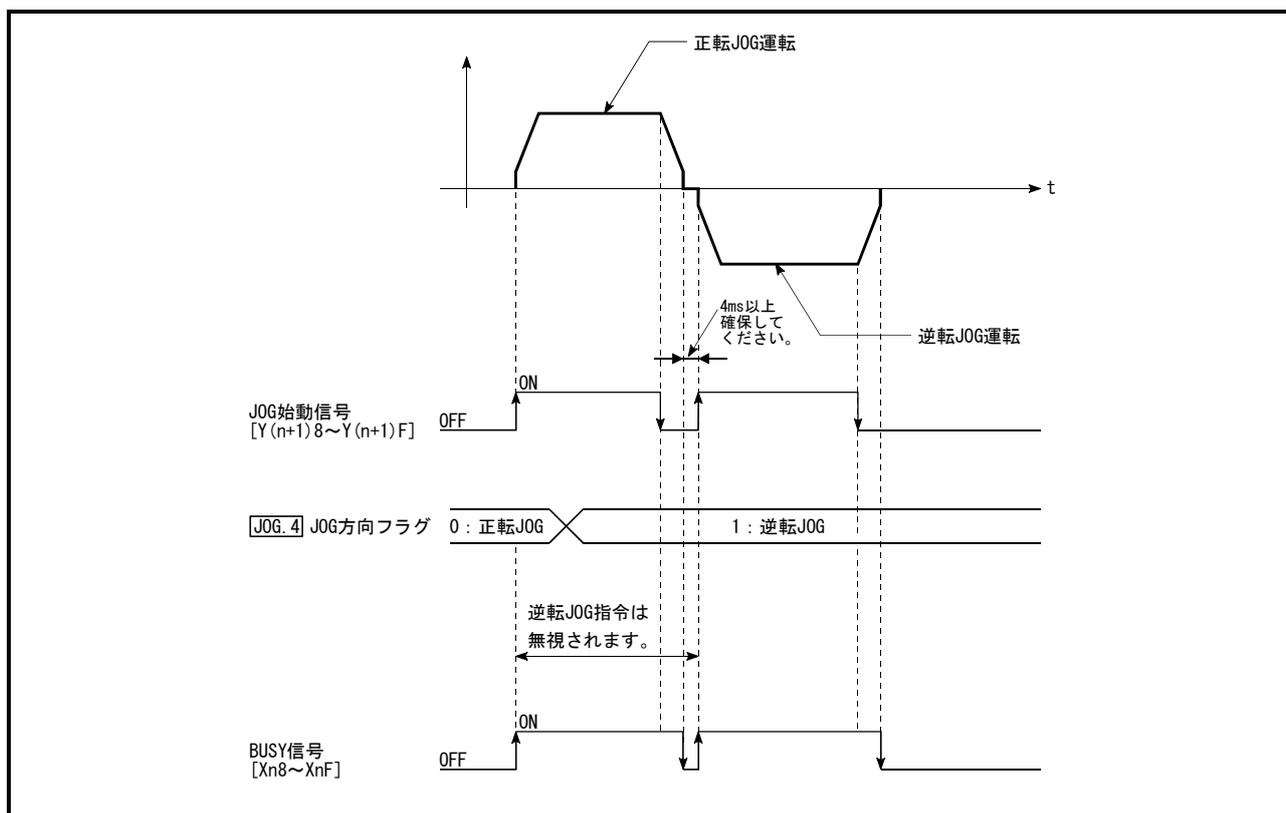

図10.3 正転JOG運転中にJOG方向フラグを逆転JOG指令にした場合の動作
- ・正転、逆転の切換え時、JOG始動信号のOFF→ON時間は、4ms以上確保してください。(図10.3参照)
- (3) 「JOG始動信号」ON→OFFによる減速中に再度、「JOG始動信号」がONされた場合